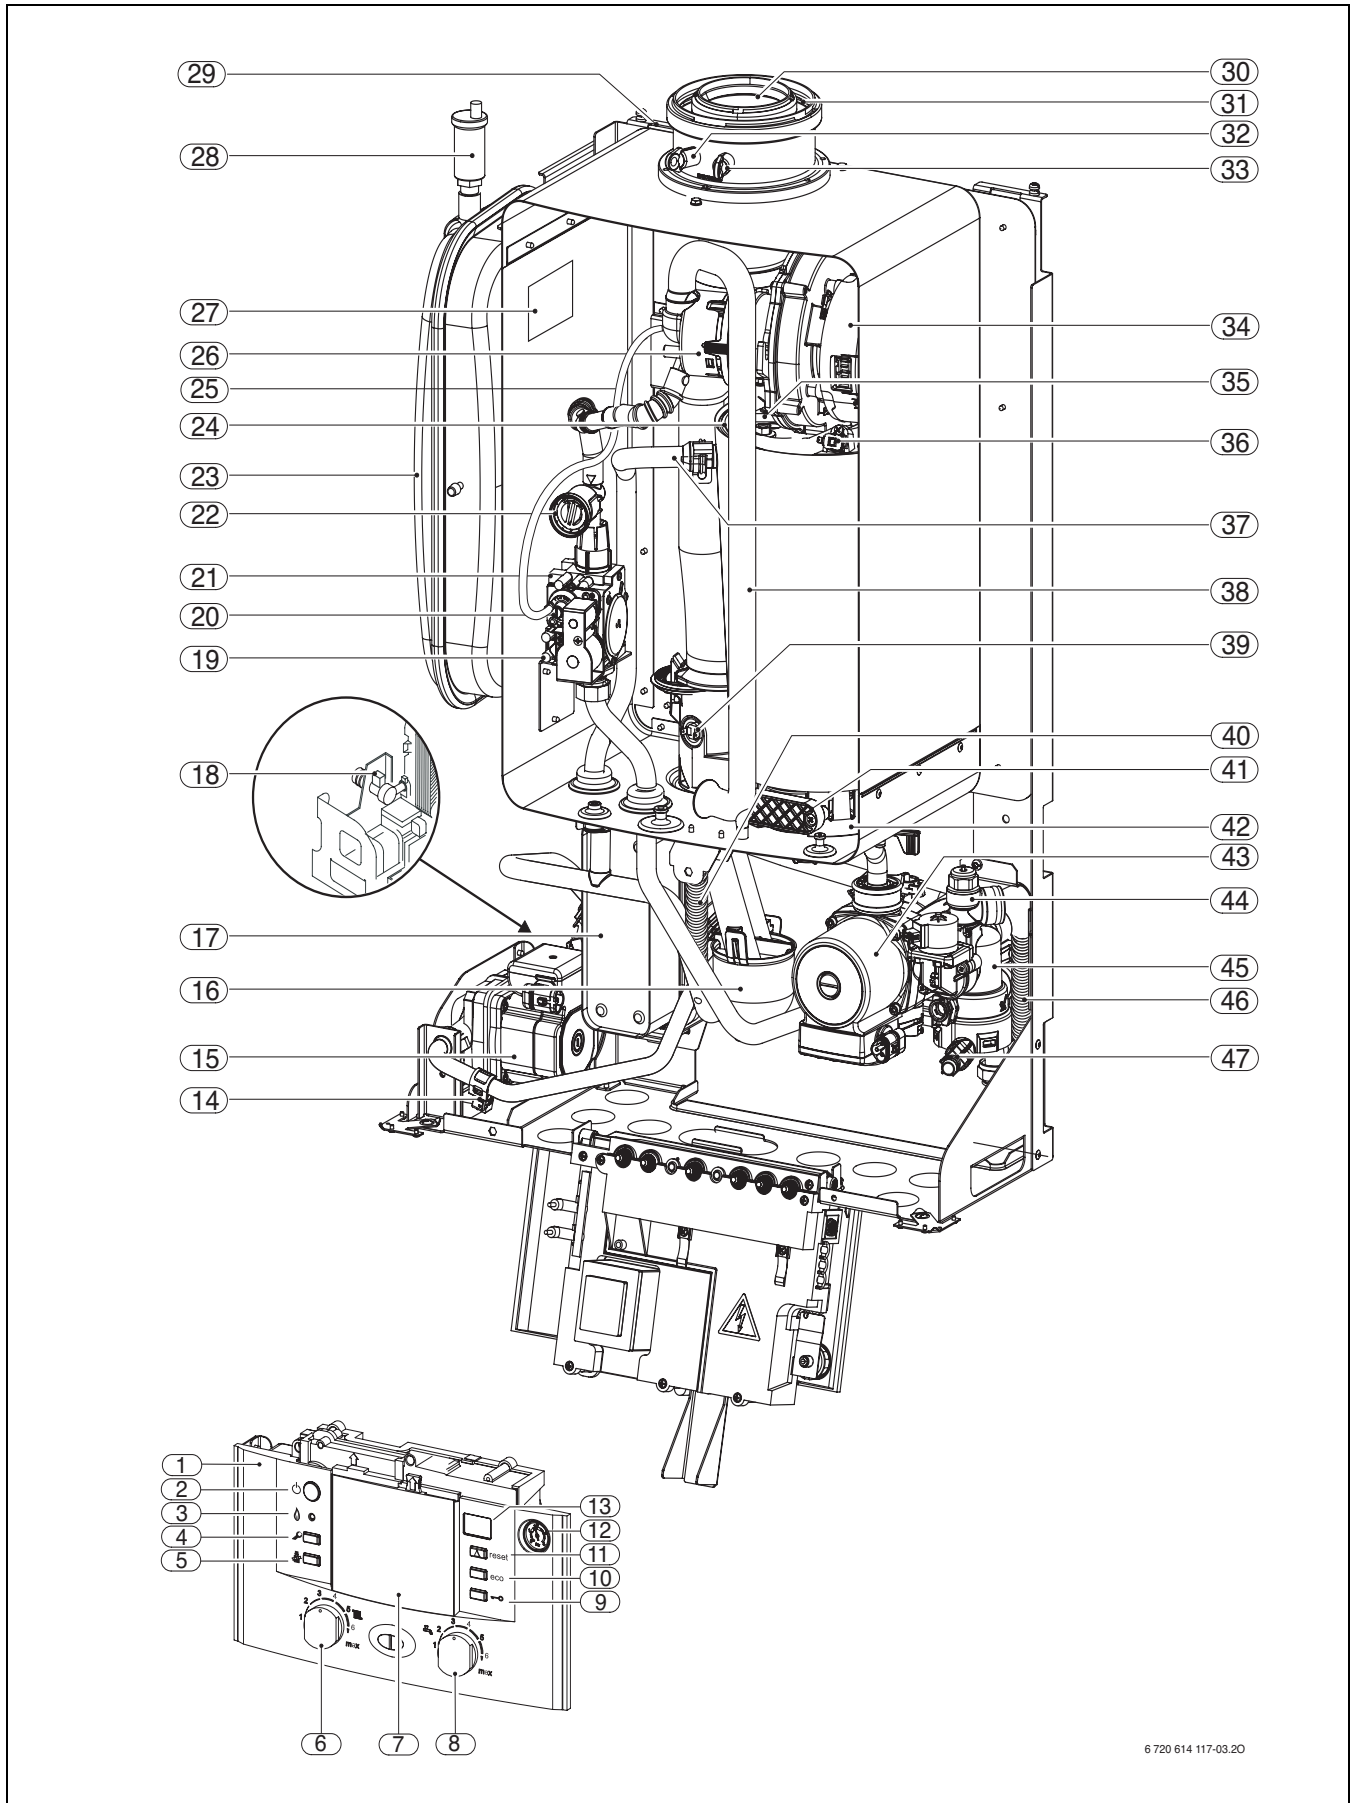

Fig. 3 Kedel
Typeskiltet (27) befinder sig indvendigt til venstre i luftkassen (→fig. 3, side 8).